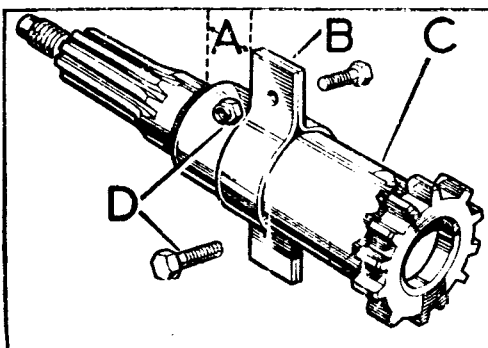

Fig. C1-56 Posición del batidor de aceite
- 1.4.1. Extraer las dos tuercas y separar las dos mitades del batidor de aceite, B (Fig. C1-56).
- 3.1.1. Montar el batidor de aceite, B (Fig. C1-56) sobre el eje de salida delantero, C, sin apretar a fondo sus elementos de fijación.